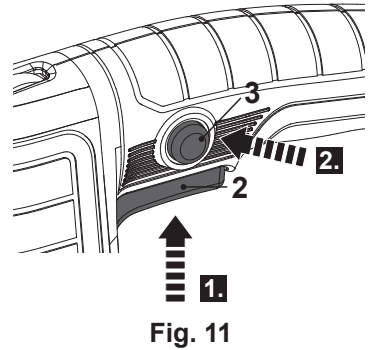

Fig. 11
- > Porniți produsul apăsând comutatorul de pornire / oprire (on/off) (2) și țineți-l în poziție (Fig. 11, pasul 1).
- > Apăsăți butonul de blocare (3) și țineți-l în poziție pentru a bloca comutatorul de pornire / oprire (on/off) (2) (Fig. 11, pasul 2).
- > Eliberați butonul de blocare (3) și comutatorul de pornire / oprire (on/off) (2). Acum comutatorul on/off (pornit/oprit) este blocat pentru utilizare continuă.
- > Apăsăți și eliberați întrerupătorul de pornire / oprire (on/off) (2) pentru a opri produsul.